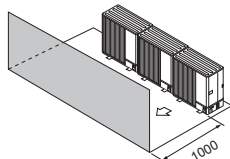

Fig. 2-17
- (3) Ostruzione o superficie chiusa solo davanti (Fig. 2-17)